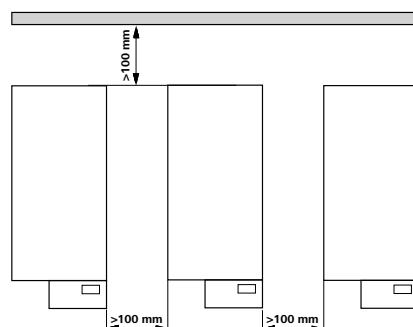

fig. 2
- Observe as distâncias mínimas entre aparelhos, aparelho e rede e distâncias mínimas (mín. 800 mm) por cima do módulo. ver Fig. 2.